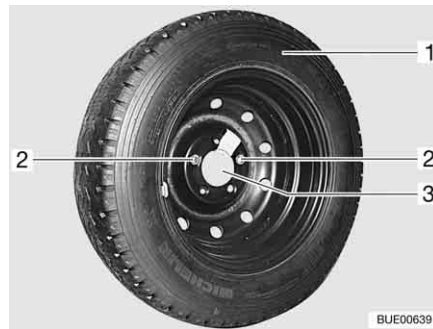

Bild 276 Reservhjulshållare i det bakre lastutrymmet
- Skruva ut och ta bort de båda fästskruvarna (Bild 276,2) med fordonsverktyget.
- Ta av reservhjulet (Bild 276,1) från hållaren (Bild 276,3).